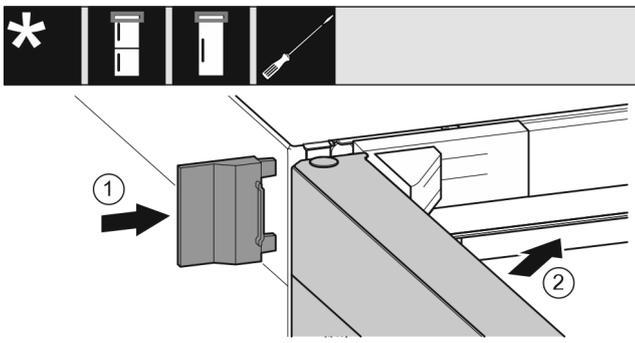

Fig. 34
- ▶ Äußere Abdeckung aufchieben. *Fig. 34 (1)*
- ▶ Obere Tür schließen. *Fig. 34 (2)*